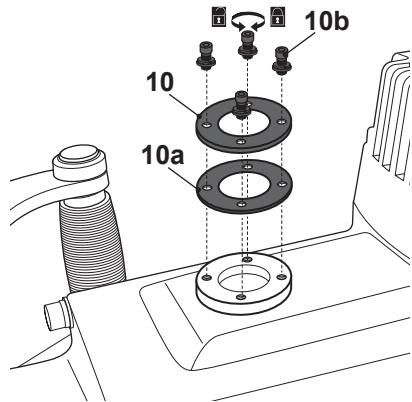

Fig. 6
- > Afloje los pernos (10b) con la llave hexagonal (15) y retírelos junto con la tapa del depósito de grasa (10) y la junta (10a) (Fig. 6).
- > Vuelva a colocar la tapa del depósito de grasa (10) y la junta (10a).